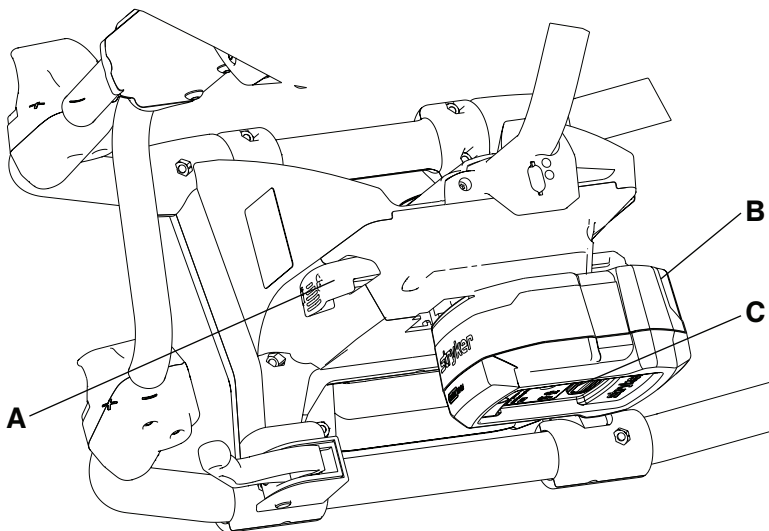

Рисунок 25 – Освобождение батареи
1. Нажмите на красную кнопку освобождения одной рукой (C) или на кнопку освобождения батареи (A) и снимите SMRT Pak (B) с каталки (Рисунок 25).